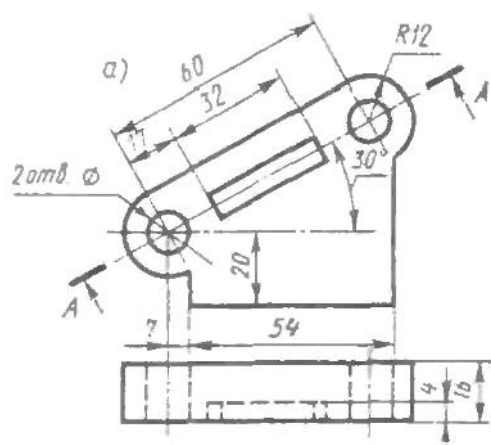

Рисунок 21 - Условие задачи
1. Выполнить вместо одного из приведенных изображений детали разрез, указанный на другом ее изображении. Например: заменить вид сверху разрезом А-А, рисунок 21.